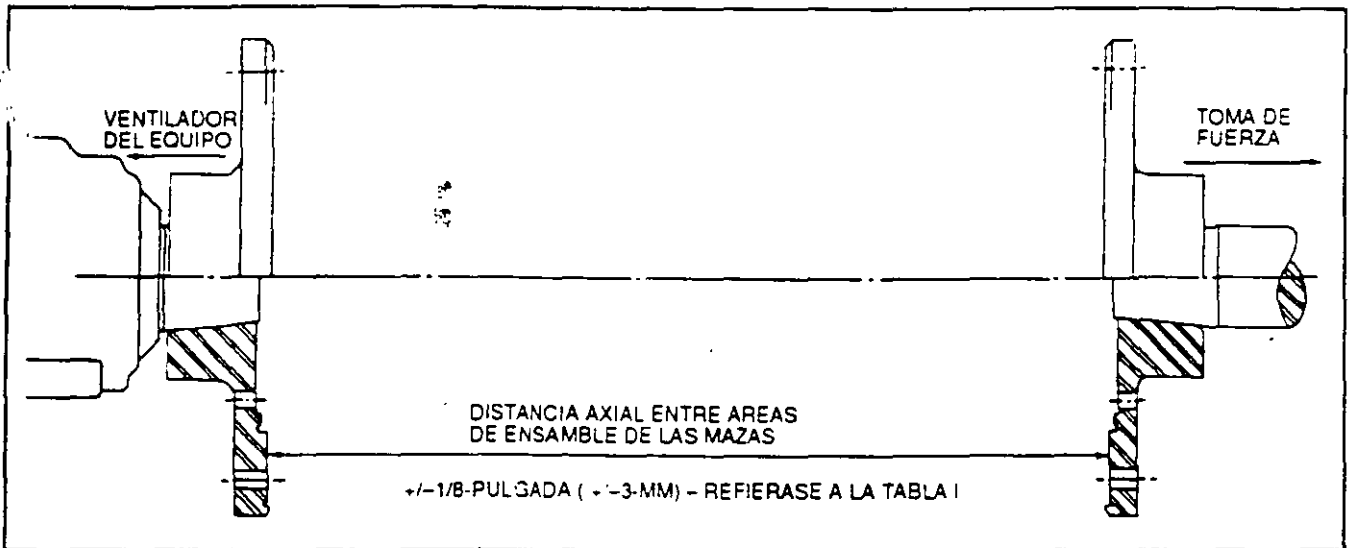

FIG. 41. MIDA LA DISTANCIA ENTRE LA MAZA DEL VENTILADOR Y LA TOMA DE FUERZA, LA DISTANCIA ES MEDIDA ENTRE AREAS DE ENSAMBLE (VEA LA TABLA I). E-28072B-S
- a. Para verificar el alineamiento axial, mida la longitud del acoplamiento impulsor. La distancia entre las áreas para ensamble de la maza (Fig. 41) debe estar dentro de los límites especificados.